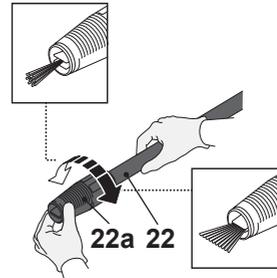

Fig. 9
Tournez la bague (22a) pour ajuster le jet du canon vaporisateur (22) selon la surface à nettoyer. Pour une surface fragile, utilisez un jet plus large et moins puissant que pour les saletés tenaces sur les surfaces dures (Fig. 9).